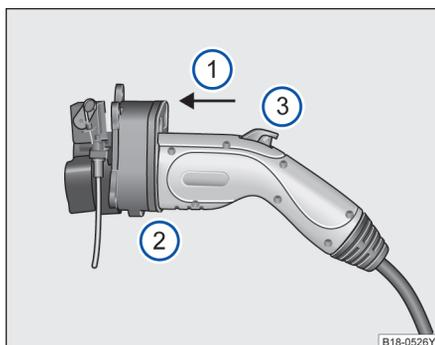

图 111 充电插头示意图
请将充电插头平行地插入充电插座⇒图 111①。
请将充电插头完全插入充电插座⇒图 111②。
请确保充电插头上的按键处于弹起状态⇒图 111③。